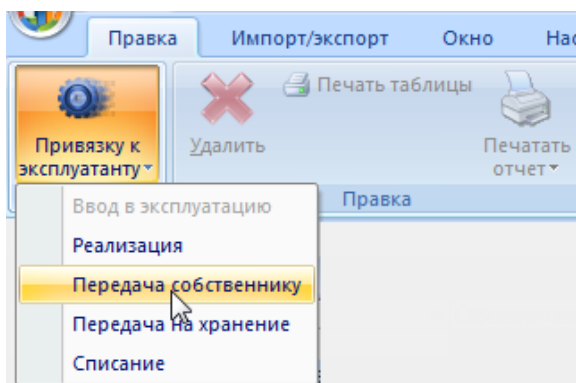

Рис. 13-103 – Кнопка «Привязка к эксплуатанту»
5) Перейти в окно связанных объектов «Эксплуатант», нажать кнопку «Привязку к эксплуатанту» панели «Создать» и выбрать пункт «Передача собственнику» в открывшемся меню (рис. 13-103). Если у экземпляра ВС в данный момент есть и эксплуатант, и собственник, то доступны пункты «Реализация», «Передача собственнику», «Передача на хранение» и «Списание».